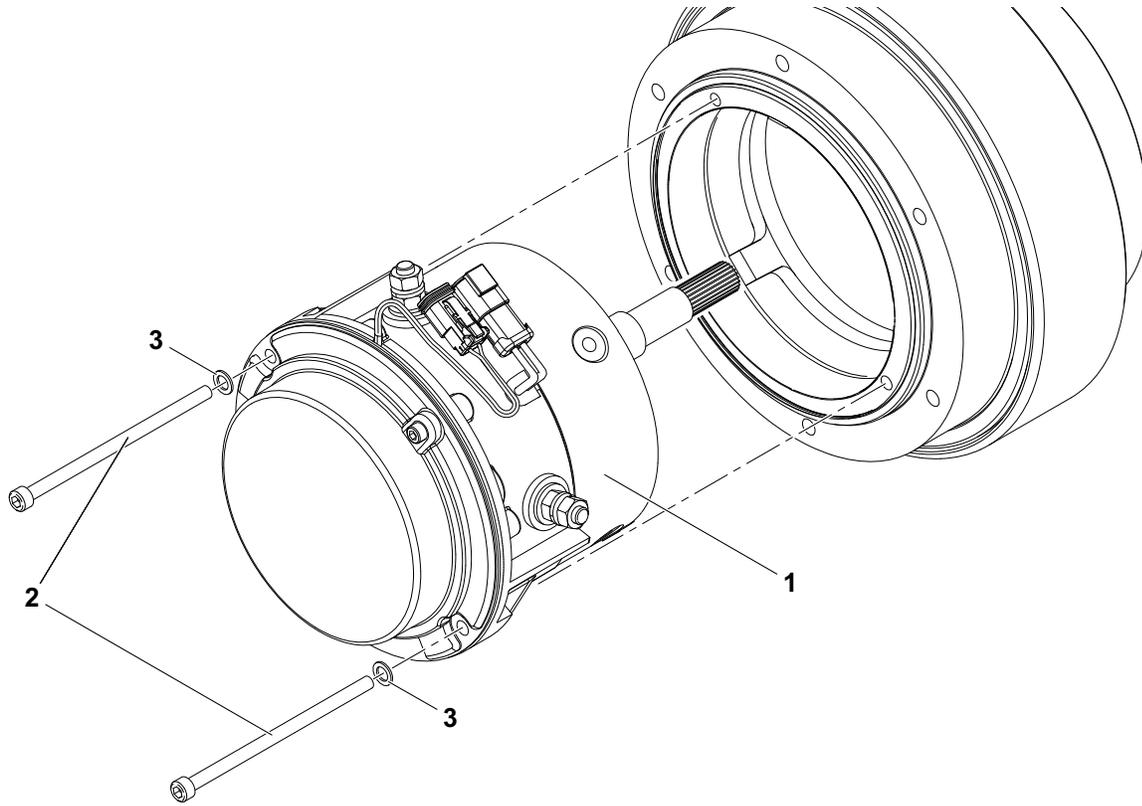

图 3-23. 拆除电驱动电机
6. 将两个制动器盖安装螺钉（15）安装至制动器总成中的螺纹孔中，并上紧以手动解除制动器（参见图 3-23）。